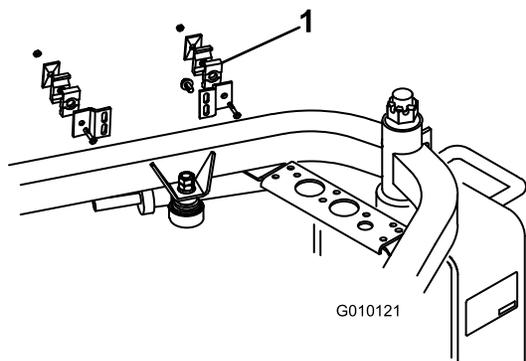

Figure 5
4. Fixez les supports de collier de flexible (brides de maintien, plaque de protection, supports de dispositif de fixation, vis à tête hexagonale et contre-écrous) au cadre avec 4 vis autotaraudeuses (Figure 5).